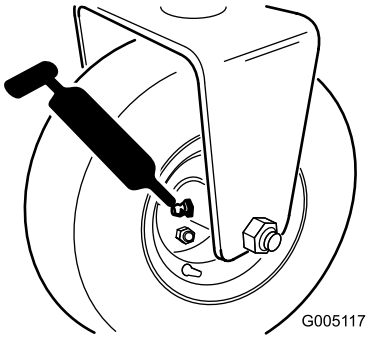

图 29
- 后滚筒毂组件或如果配备了 3 轮驱动套件后轮滚筒门锁和外部滚珠轴承 1 个 图 29